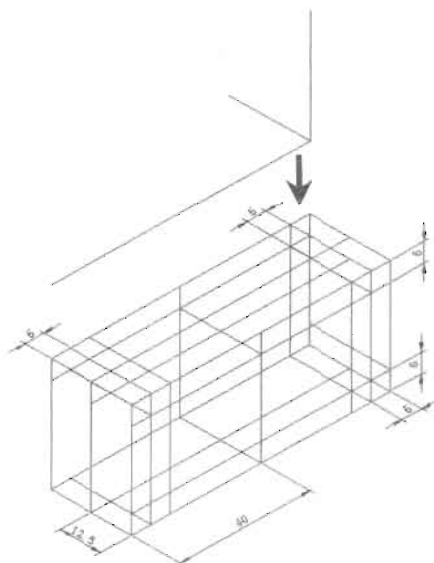

图 11-89
(2) 单击“修改”工具栏中的“复制”按钮，复制上一步绘制的等轴测直线，如图 11-89 所示。